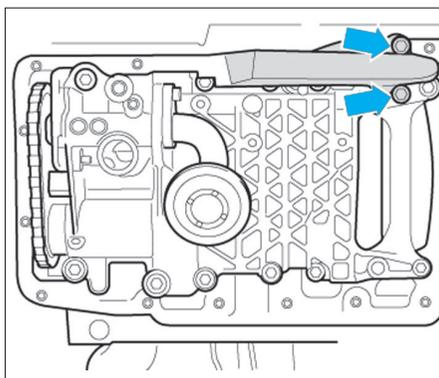

Fig. 26
- Déposer la tubulure d'huile (Fig.26).